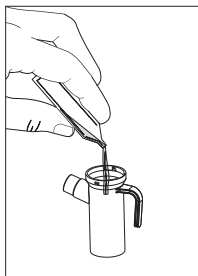

Рисунок 3.
- Залейте лекарственное средство в чашку ингалятора, соблюдая рекомендованную дозировку от 2 до 8 мл. (Рисунок 3).